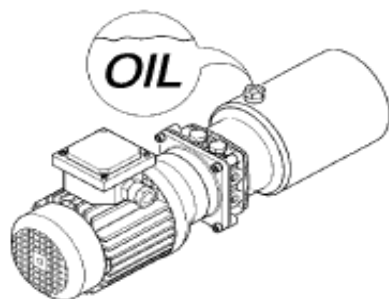

Рис.55
3. Ежемесячно проверяйте уровень гидравлического масла (Рис.55).